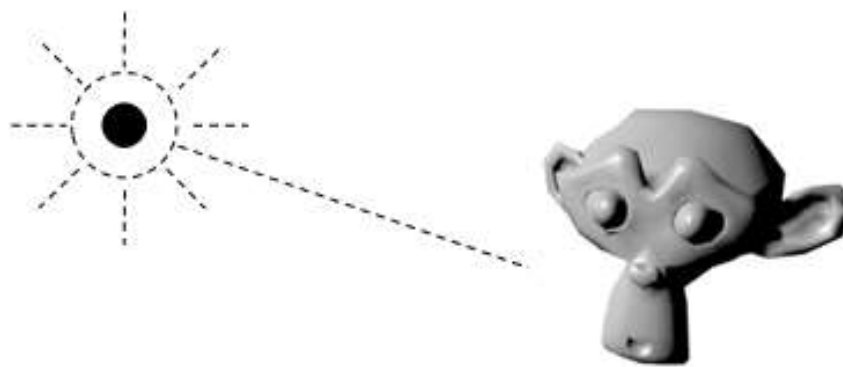

Рис. 26.3
**Солнце** – источник, моделирующий направленный солнечный свет (рис. 26.3). Поскольку Солнце находится от нас на очень большом расстоянии, солнечные лучи можно считать параллельными.